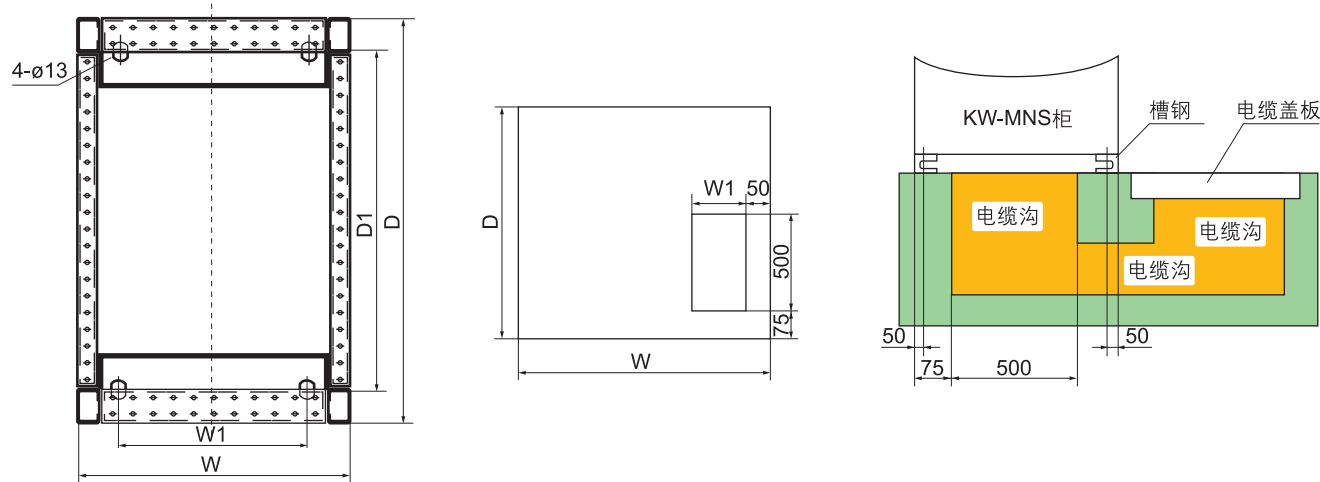

图4 PC、MCC柜的安装尺寸及基础示意图
b.PC柜的安装尺寸及基础示意图（见图4）
c.MCC柜的安装尺寸及基础示意图（见图4）